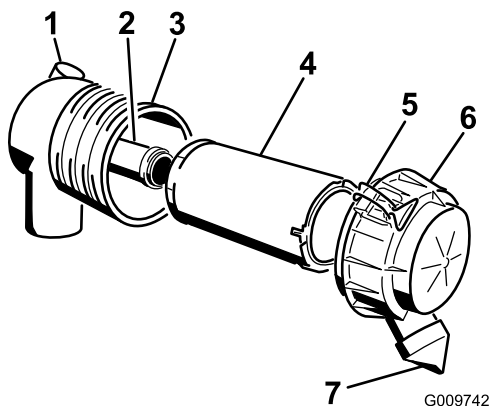

Рисунок 30
Внимание: Обслуживание фильтра воздухоочистителя следует производить только тогда, когда индикатор необходимости обслуживания станет красным (Рисунок 30). Замена воздушного фильтра без необходимости ведет лишь к повышению вероятности попадания грязи в двигатель при извлечении фильтра.
4. Освободите защелки воздухоочистителя и отделите крышку от корпуса воздухоочистителя (Рисунок 30).
- При замене контрольного фильтра будьте осторожны, вставляя новый фильтр в корпус фильтра (Рисунок 30).
- Осторожно вставьте фильтр грубой очистки поверх контрольного фильтра (Рисунок 30). Убедитесь в том, что он полностью встал на место, надавливая на внешний обод фильтра во время его установки.
- Установите крышку воздухоочистителя таким образом, чтобы сторона, обозначенная как UP, была обращена вверх; закрепите защелки (Рисунок 30).
- Осторожно извлеките фильтр грубой очистки из корпуса воздухоочистителя (Рисунок 30). Старайтесь не ударить фильтр о боковую поверхность корпуса.